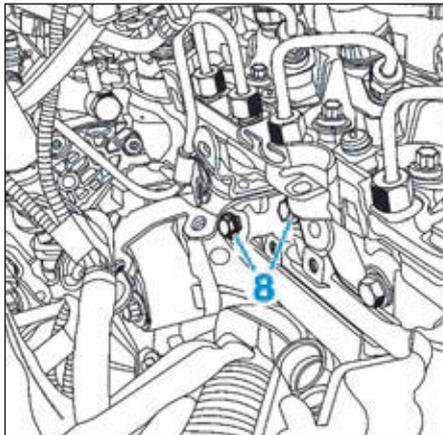

FIG.36
- les vis (8) du support du capteur de température de carburant (Fig.36),